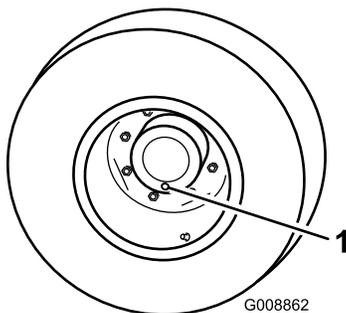

Рисунок 72
1. Поставив машину на ровную поверхность, расположите колесо так, чтобы одна контрольная пробка находилась в самом нижнем положении («6 часов») (Рисунок 72).